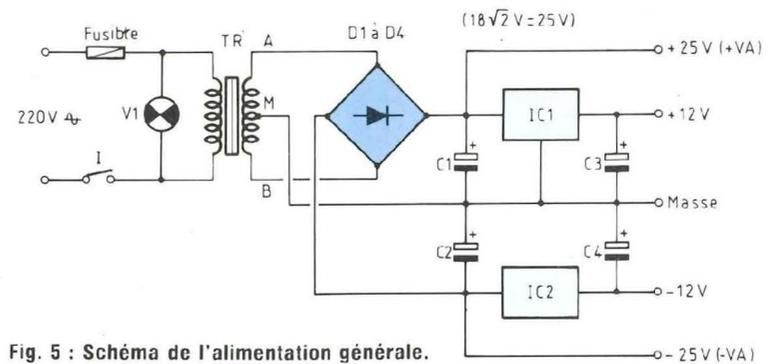

Fig. 5 : Schéma de l'alimentation générale.
– Pour le circuit de puissance, il nous faut $\pm 25 \text{ V}/2 \text{ A}$. Le schéma correspondant est donné en figure 5. Un transformateur de $2 \times 18 \text{ V}/2 \text{ A}$ attaque un pont de Graëtz formé par D1 à